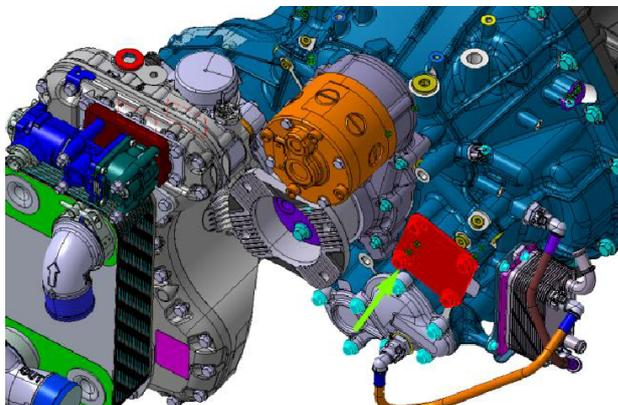

Figure 1: couvercle de la prise de force
3. La zone à vérifier est illustrée à la figure 1.